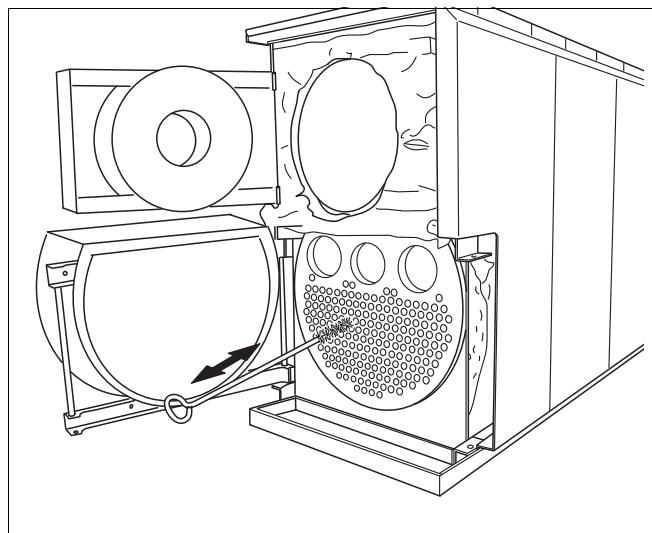

Рис.38 Чистка труб дополнительных поверхностей нагрева
- ▶ Прочистите щёткой трубы дополнительных поверхностей нагрева (рис. 38).
- ▶ Прочистите щёткой трубы дополнительных поверхностей нагрева (рис. 38, стр. 42) или промойте их.